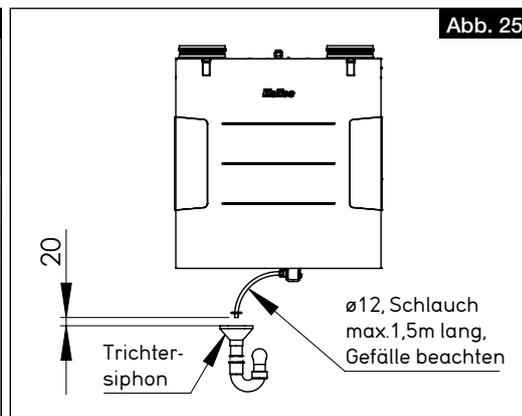

Abb. 25
- > Der Kondensatschlauch muss 20 mm über dem offenen Abfluss bzw. möglichen Wasserstand enden (s. Abb. 25).
- > Der vom Kugelsiphon abgehende Kondensatschlauch muss mit einem Gefälle nach unten, frei abtropfend in einen Trichtersiphon abgeleitet werden und darf nicht in ein geschlossenes System geführt werden (s. Abb. 25).